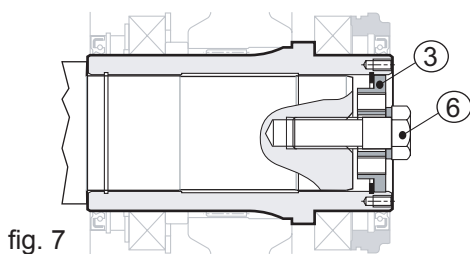

fig. 7
Sustituir la barra (pos. 4) con el tornillo (pos. 6) y apretarlo hasta el tope con el par indicado en la correspondiente tabla del apartado 9.1; aplicar un sellador medio teniendo en cuenta que Piv Posiplan aconseja LOCTITE 601 (véase fig. 7).